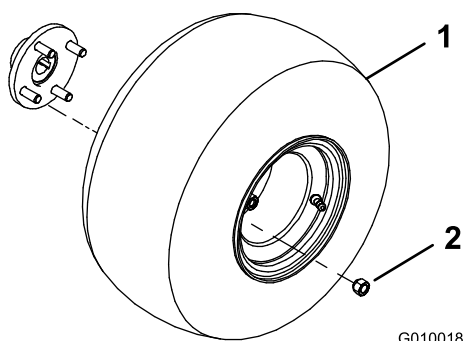

図 4
2. ラグナット 4 個を使用して、後ホイールハブそれぞれにホイールアセンブリを取り付ける 図 4。